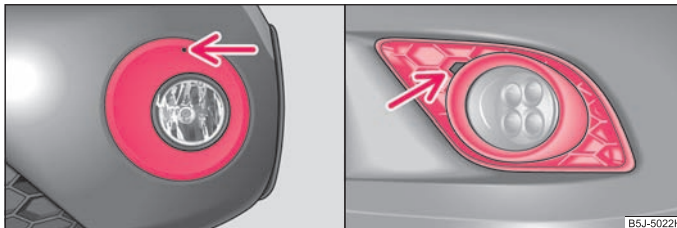

Abb. 172 Vorderer Stoßfänger: Fabia Scout / Fabia RS
- In die Öffnung oberhalb des Nebelscheinwerfers ⇒ Abb. 172 - links führen Sie den Drahtbügel aus dem Bordwerkzeug ein und nehmen die Abdeckung heraus.
- Führen Sie einen Finger in die Öffnung neben dem Nebelscheinwerfer ⇒ Abb. 172 - rechts und nehmen Sie die Abdeckung heraus.